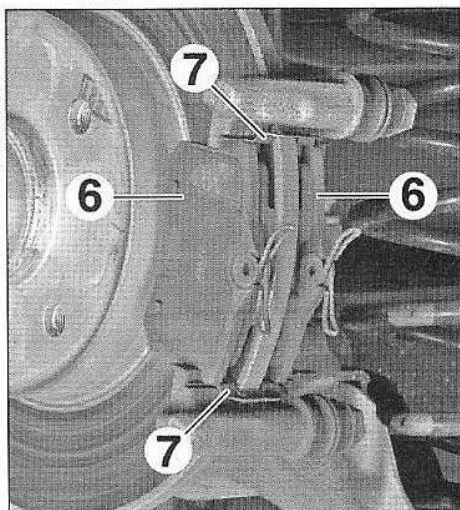

FIG.9
- Déposer (Fig.9) :
- les plaquettes de frein (6),
- les cales (7).